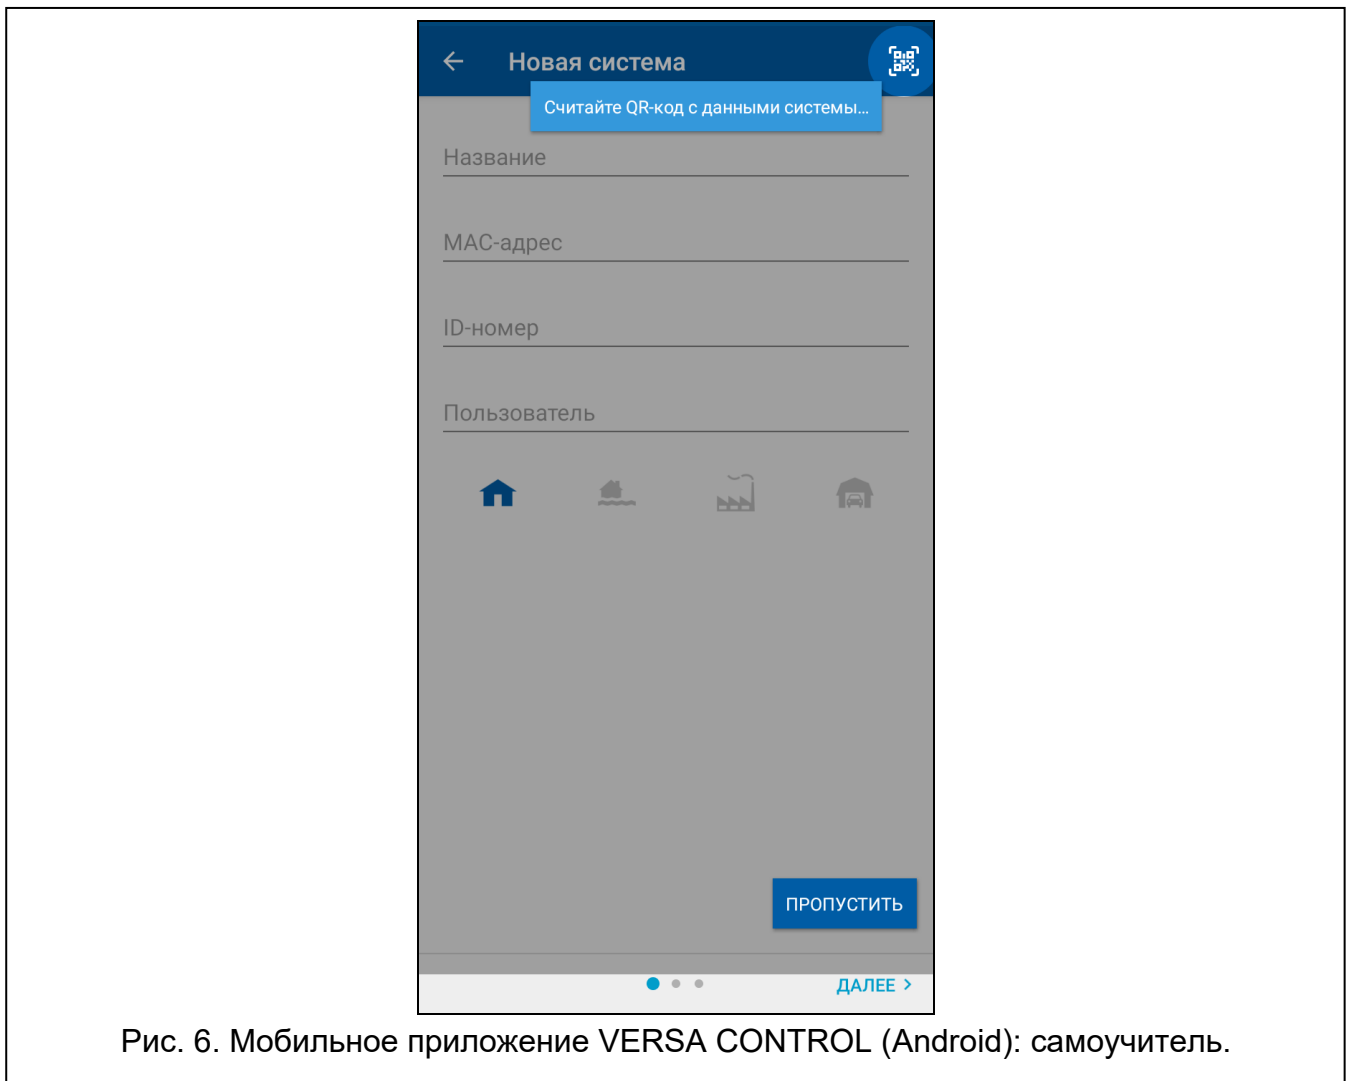

Рис. 6. Мобильное приложение VERSA CONTROL (Android): самоучитель.
2. Отобразится самоучитель (рис. 6). Коснитесь «Пропустить», чтобы пропустить его.